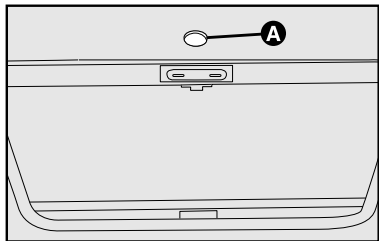

fig. 84
**1** - remover a tampa de proteção **A-fig. 84** localizada na região central do revestimento interno, entre as duas persianas.